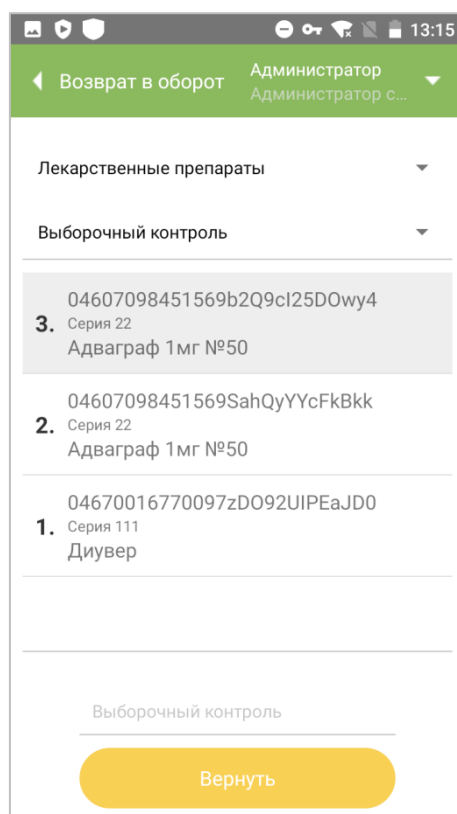

Рисунок 12.3
4. Код маркировки будет добавлен в список. При необходимости отсканировать следующий код (Рисунок 12.3).